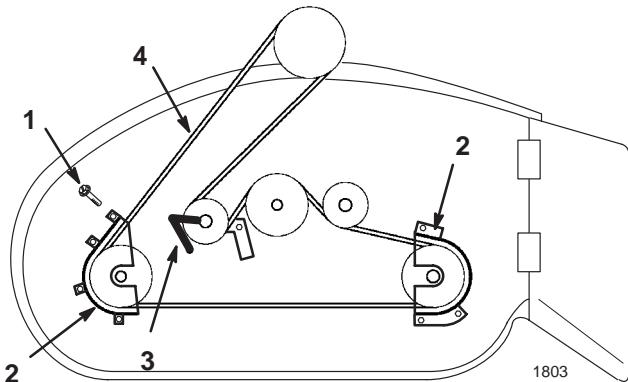

Bild 28
2. Entfernen Sie die Halteschrauben der Riemenabdeckungen und die Riemenabdeckungen von den Schnittmesser-Riemscheiben (Bild 28).
3. Lösen Sie die Befestigungsschraube der Drehspansscheiben, um den Riemen um die Riemenführungen zu bewegen (Bild 28).
4. Nehmen Sie den Riemen von den Scheiben ab (Bild 28).
2. Ziehen Sie die Befestigungsschraube der Spannscheibe fest (Bild 28).
3. Montieren Sie die linke und rechte Riemenabdeckung mit den Befestigungsschrauben (Bild 28).